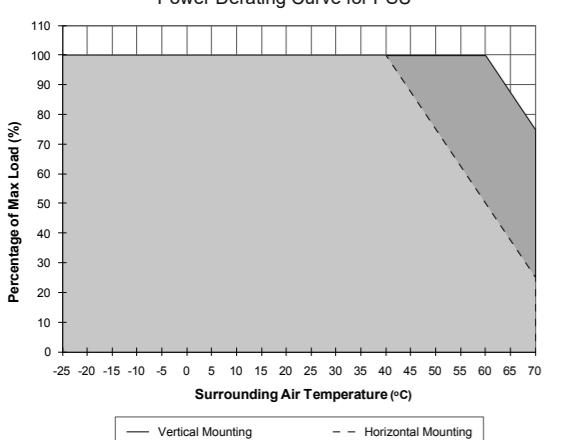

Figure 7
Betriebstemperaturbereich (Umgebungstemperatur)	-25 °C bis +70 °C (Leistungsherabsetzung gemäß Abb. 7)
4.5. Temperaturverhalten (Abb. 7)